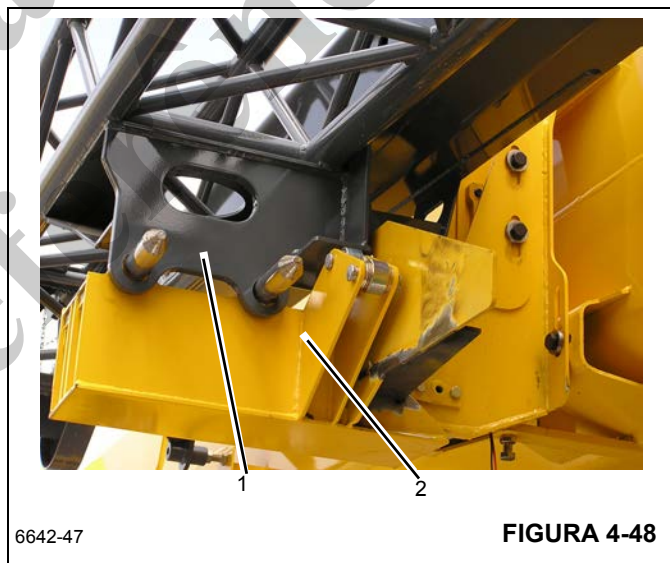

FIGURA 4-48
9. Eleve a lança para assegurar que a placa de desgaste se apoie na placa amortecedora na rampa Figura 4-48.
10. Retraia completamente a lança, de forma que a extensão da lança (1, Figura 4-48) seja armazenada na rampa (2) e nos suportes de armazenamento dianteiros.
Se a extensão da treliça da lança de 33 pés (1, Figura 4-48) não engatar corretamente na rampa (2, Figura 4-48) ou não se alinhar com o suporte de retração dianteiro (2, Figura 4-49), **PARE**. NÃO continue a retrair as extensões da lança até que elas estejam devidamente presas nesses dois pontos.
**Nunca** remova os pinos de armazenamento dos olhais do lado direito da extremidade da lança (1, Figura 4-49) até que a extensão da treliça de 33 pés (10,1 m) tenha sido corretamente fixada na rampa de armazenamento (2, Figura 4-48) e no suporte de armazenamento dianteiro (2, Figura 4-49).